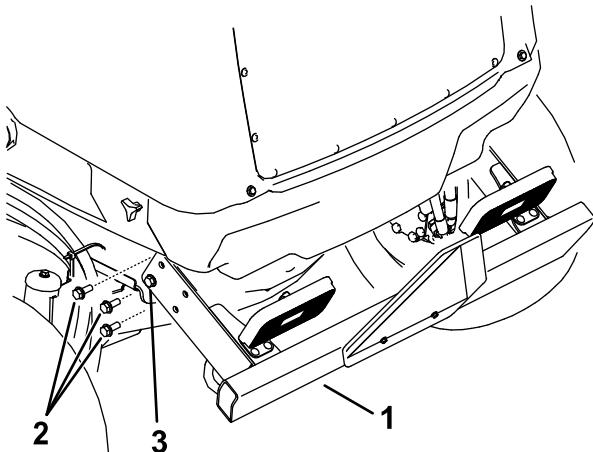

Figura 110
2. Retire los 3 tornillos con arandela prensada de cada lado del parachoques trasero, según se muestra en Figura 110.
Apriete todos los tornillos con arandela prensada que sujetan el parachoques trasero al bastidor (Figura 110).